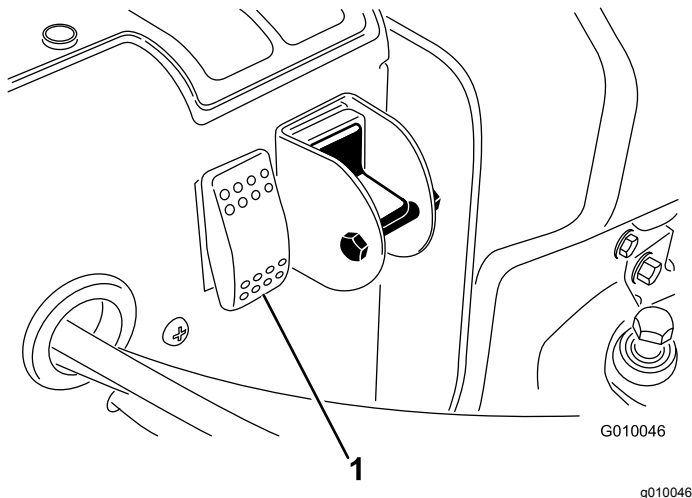

Bild 32
2. Drücken Sie den Systemreset-Schalter (Bild 32).